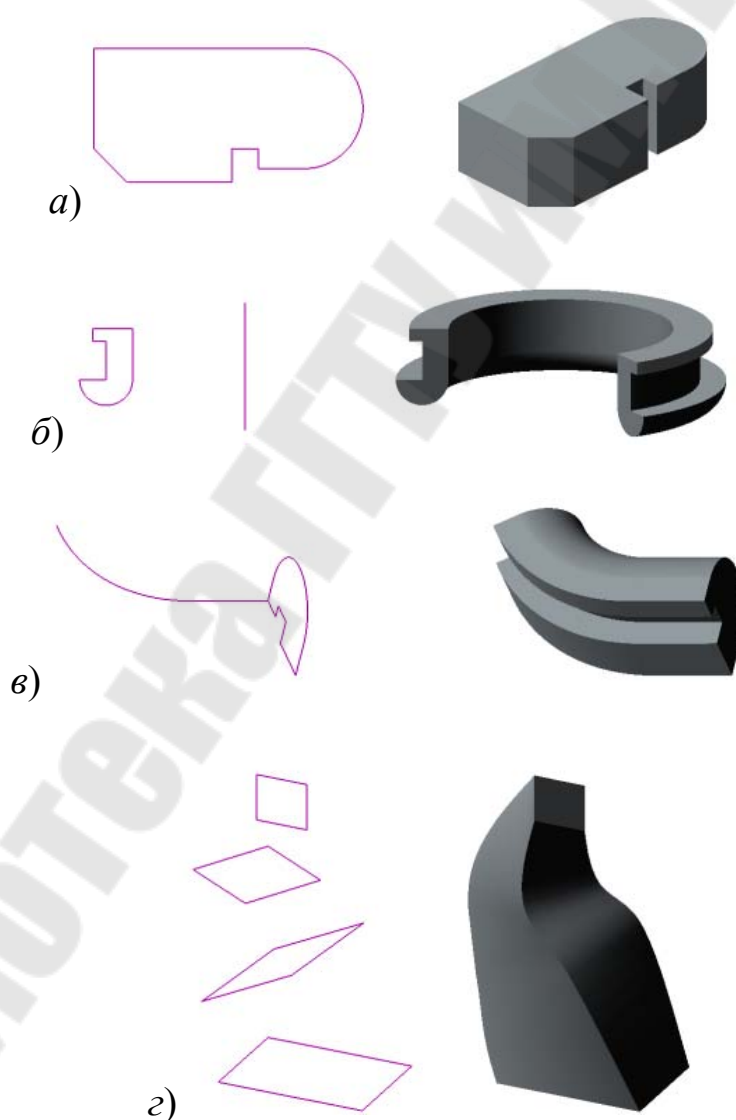

Рисунок 2 – Эскизы и элементы, образованные операциями:
- **Расширенный состав элементов панели инструментов Вид** и выпадающего меню **Вид** (рисунок 2):
- **Выдавливание** эскиза, содержащего сечение элемента, в направлении, перпендикулярном его плоскости (рисунок 2, *а*).
- **Вращение** эскиза, содержащего сечение элемента, вокруг оси, лежащей в его плоскости (рисунок 2, *б*).
- **Кинематическая операция** – перемещение эскиза вдоль указанной направляющей (траектории перемещения) (рисунок 2, *в*).
- Построение тела **по сечениям-эскизам** (рисунок 2, *г*).